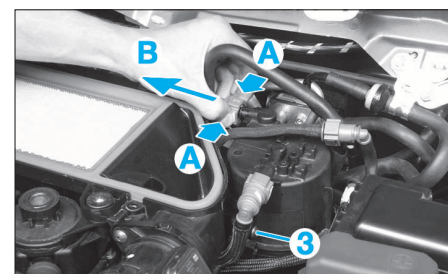

FIG. 47
- Débrancher les tuyaux de carburant comme illustré (Fig.47).
- Déposer la vis de fixation (3).